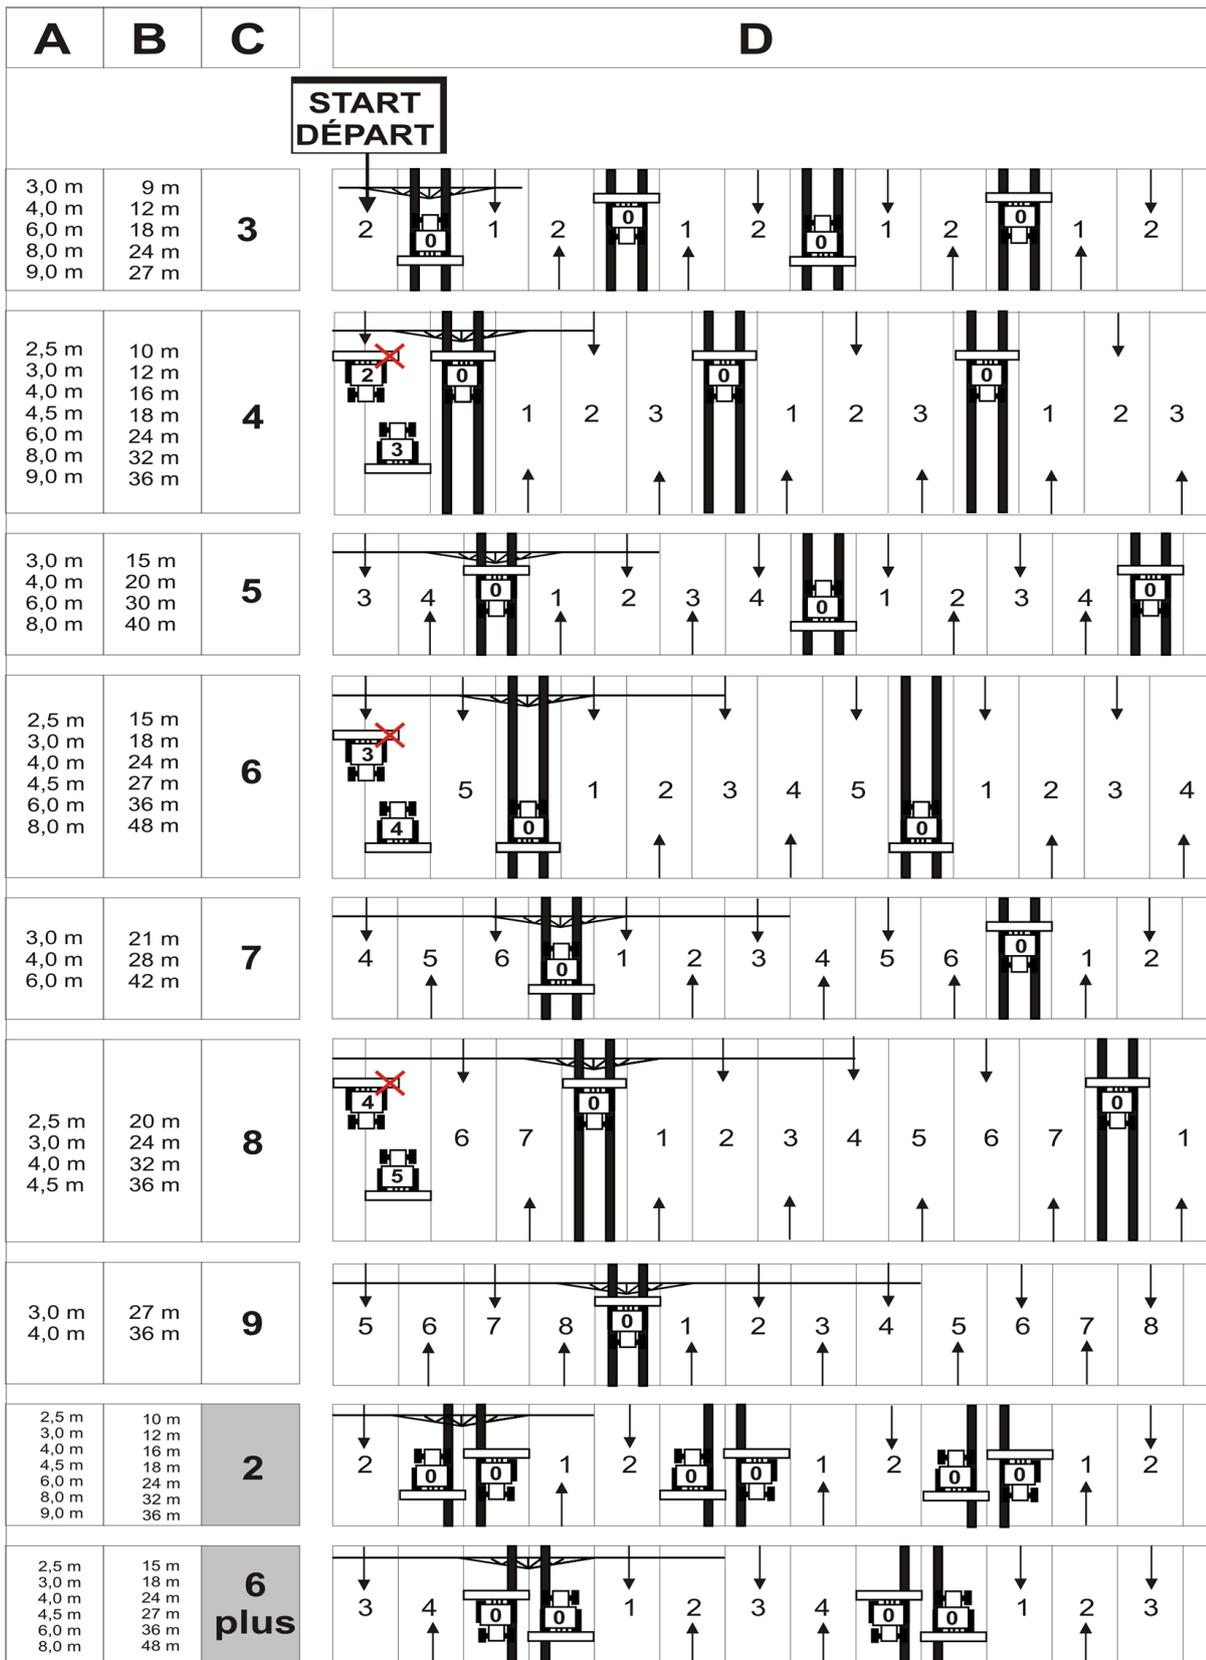

Fig. 52
Das Anlegen von Fahrgassen ist in Figur (Fig. 52) anhand einiger Beispiele dargestellt:
1. Aus der nebenstehenden Tabelle (Fig. 52) aufsuchen:
In Figur (Fig. 52) werden u.a. Beispiele zum Anlegen von Fahrgassen mit Fahrgassen-Rhythmus 4, 6 und 8 gezeigt.
In Figur (Fig. 52) werden u.a. Beispiele zum Anlegen von Fahrgassen mit Fahrgassen-Rhythmus 2 und 6plus gezeigt.